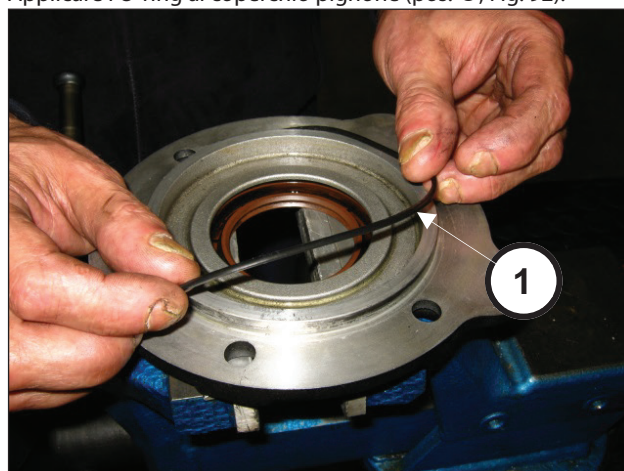

Fig. 92
Applicare l'O-ring al coperchio pignone (pos. ①, Fig. 92).